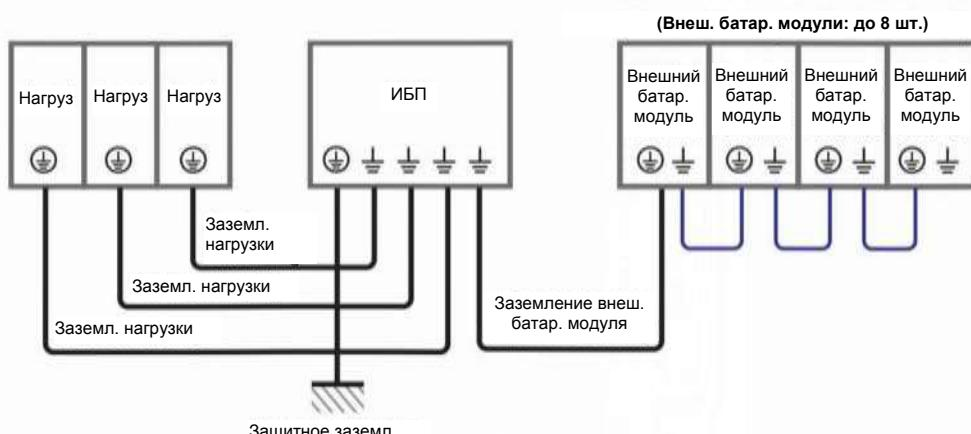

Рисунок 5-13: Схема заземления, один ИБП
- 10 См. **Рисунок 5-13** для заземления ИБП, внешнего батарейного модуля (модулей) и важных нагрузок.
- 4** См. **Рисунок 5-13** для заземления ИБП, внешнего батарейного модуля (модулей) и важных нагрузок.